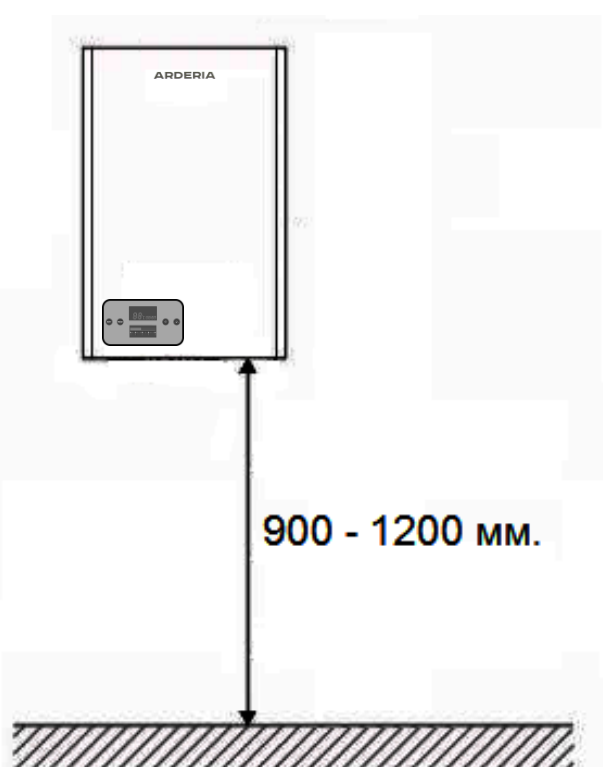

Рис. 9
- Высота установки котла должна быть удобной для эксплуатации, ремонта и обслуживания. **Рекомендуемая высота** установки котла от 0,9 до 1,2 м. определяется от уровня чистого пола до нижнего основания корпуса котла (См. Рис. 9)
- Электротёл вешается на крепёжные элементы, которые крепятся в стену. В качестве крепёжных элементов **рекомендуется** использовать анкерные болты, крепёжные шпильки, дюбель-гвозди, шурупы и саморезы, как в комплекте с дюбелями, так и отдельно. Выбор крепёжного элемента зависит от материала стены и нагрузки. Электрокотёл навешивается своими двумя монтажными отверстиями, расположенными вверху, на задней стороне корпуса на крепёжные элементы (См. Рис. 9).